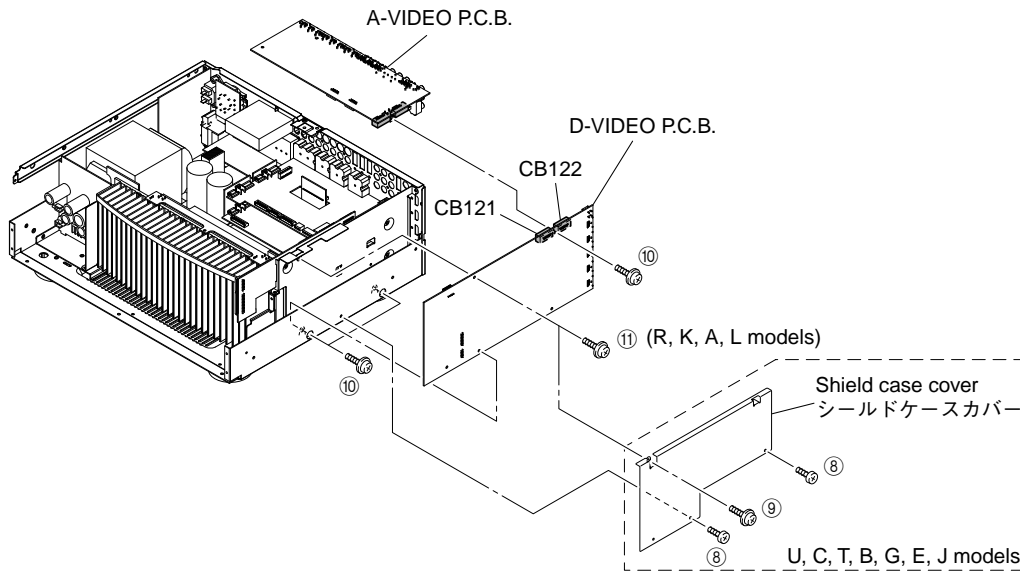

Fig. 4
- a. Remove 2 screws (⑧) and screw (⑨). (U, C, T, B, G, E models) (Fig. 4)
- b. Remove the shield case cover. (U, C, T, B, G, E models) (Fig.4)
- c. Remove 3 screws (⑩). (Fig. 4)
- d. Remove screw (⑪). (R, K, A, L models) (Fig. 4)
- g. Remove CB121, CB122 and then remove the D-VIDEO P.C.B. which is connected directly to the A-VIDEO P.C.B. with connectors. (Fig. 4)
- a. ⑧のネジ2本、⑨のネジ1本を外します。(Fig. 4)
- b. シールドケースカバーを取り外します。(Fig. 4)
- c. ⑩のネジ3本を外します。(Fig. 4)
- f. CB121、CB122を外し、D-VIDEO P.C.B.を取り外します。ただし、D-VIDEO P.C.B.は、A-VIDEO P.C.B.と直接コネクタ接続されています。(Fig. 4)
- c. Remove the A-VIDEO P.C.B.. (Fig. 4)
- c. A-VIDEO P.C.B.を取り外します。(Fig. 4)